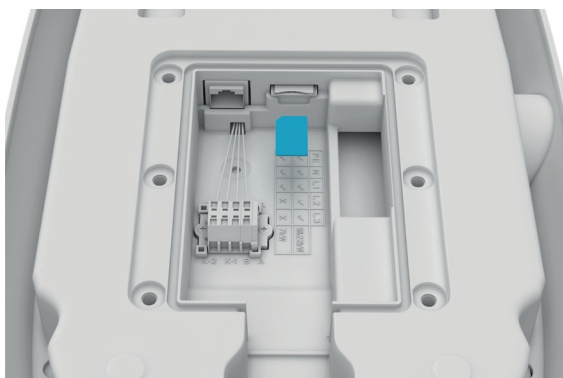

Figure 11. Insertion de la carte SIM
- 9 Une fois le câblage terminé, insérez la carte SIM, comme le montre la figure 11.